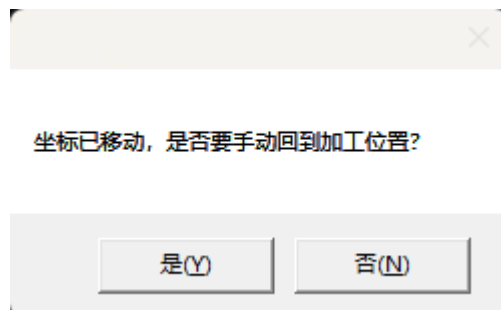

图 3.50 加工位置已移动
当继续加工时，如果当前机械坐标与上次加工暂停后机床的机械坐标不符，则会弹出图 3.50 的提示。必须将坐标返回至上次加工暂停后机床的位置，否则无法继续加工。
1. 在如图 3.50 弹出的窗口中，点击“是”按钮。